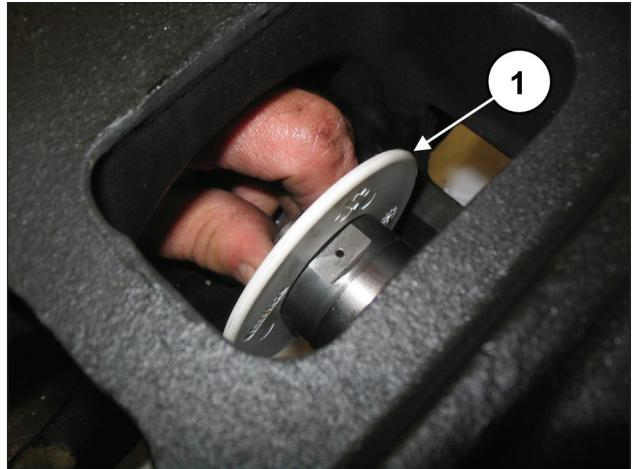
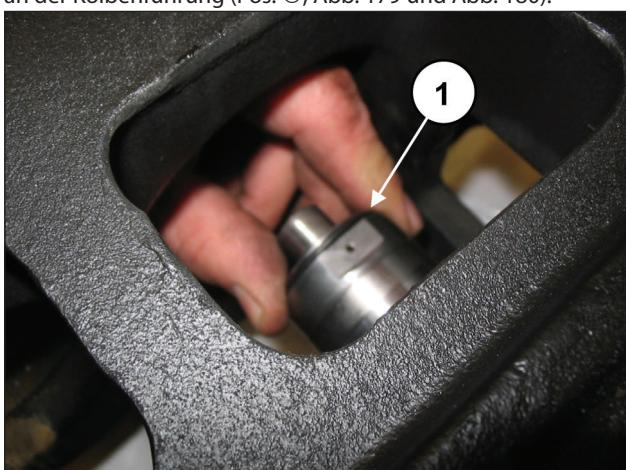

Abb. 180
Abb. 179
Montieren Sie den Spritzschutz samt O-Ring in die Aufnahme an der Kolbenführung (Pos. ①, Abb. 179 und Abb. 180).